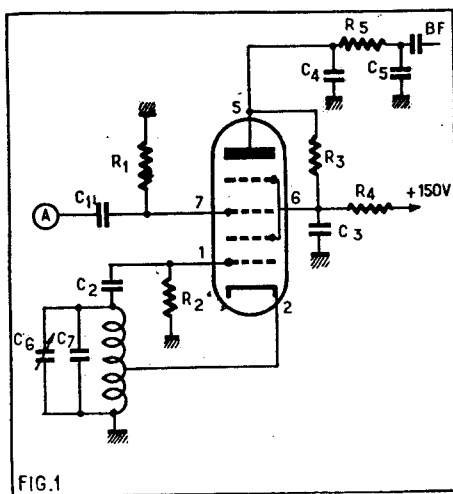

FIG. 1
Nous donnons, figure 1, le schéma d'un détecteur de produit très simple et qui, bien que n'étant pas à l'abri de la saturation, donne cependant d'assez bons résultats. Le fait qu'il combine en une seule lampe la mélangeuse et le BFO est particulièrement intéressant pour la conversion d'appareils surplus où la place est limitée.
La figure 3 montre son adaptation à la fonction de détecteur de produit. Comme dans le cas du montage de la figure 1, le point (A) peut être relié soit au primaire, soit au secondaire du dernier transfo MF. Dans le premier cas,  $C_1$  fait une dizaine de pF et  $C_2$  a une valeur de 40 à 100 pF (à déterminer à l'essai). Dans le second cas,  $C_1$  fait de 20 à 50 pF et on peut omettre  $C_2$ .